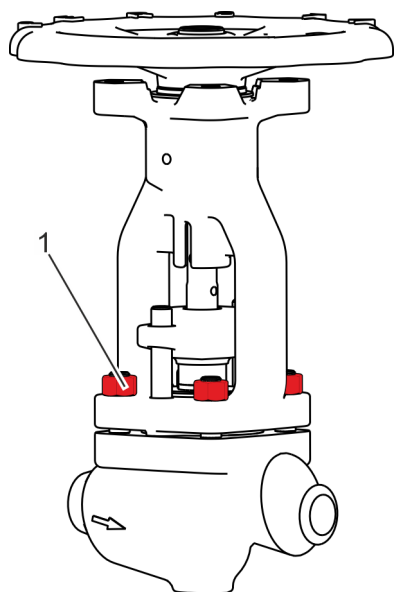

Fig. 50: Dévissage des raccords à vis du chapeau en étrier.
- 45.** ▶ Desserrer et retirer les écrous (Fig. 50/1) du chapeau en étrier.